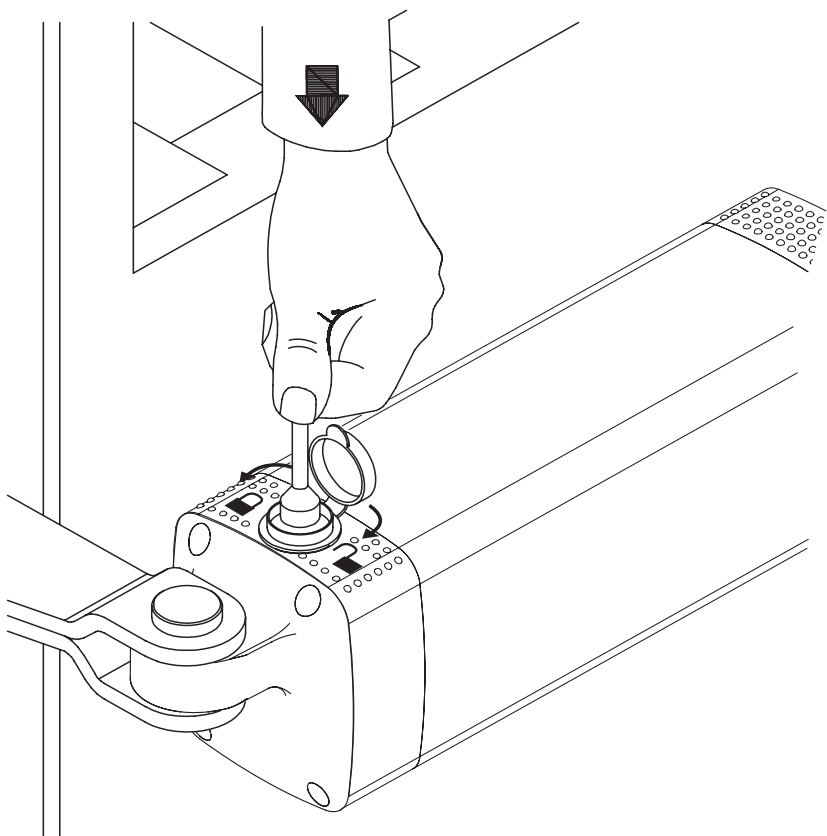

Rys. 14
8.2) Regulacja krańcówki w pozycji OTWARTEJ (Rys. 14):
Przesuń skrzydło bramy do żądanej pozycji otwarcia. Poluzuj dwie śruby C i D na ograniczniku FC2 (Rys. 14) i przesuń tak, aby odległość między śrubą D i osią mocowania wyniosła w przybliżeniu 376 mm (jak pokazano na rys. 14). Wykonaj manewr otwierający by upewnić się, że ogranicznik działa poprawnie; jeżeli skrzydło zatrzymuje się zbyt daleko przed żądanym punktem otwarcia, nieznacznie przesuń ogranicznik w stronę mocowania na skrzydle bramy; jeżeli przeciwnie: skrzydło uderza o ogranicznik gruntowy i zmienia kierunek ruchu (jak po napotkaniu na przeszkodę), przesuń ogranicznik nieznacznie w stronę mocowania na słupku. Po poprawnym pozycjonowaniu ogranicznika, ustal jego położenie używając dwu śrub C i D.